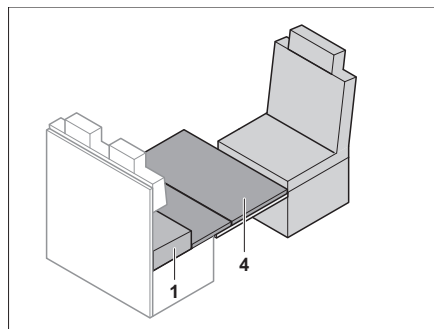

Fig. 145 Placer le support pour lit de secours
- Placer le support pour lit de secours (Fig. 145,4) sur la table. Ce faisant, placer le bord avant du support pour lit de secours directement contre le siège conducteur.